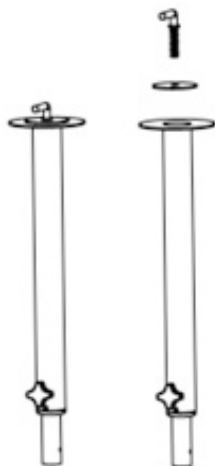

Fig. 1
5. Rimuovere la vite di fissaggio della base n° 10 e la rondella n° 9 dal lato inferiore del tubo esterno n° 7 (Fig. 1).
6. Infilare il tubo esterno nella base n° 8 (la sporgenza del tubo e l'incavo della base devono coincidere, Fig. 1) e girare entrambi tenendo fermo il tubo esterno.